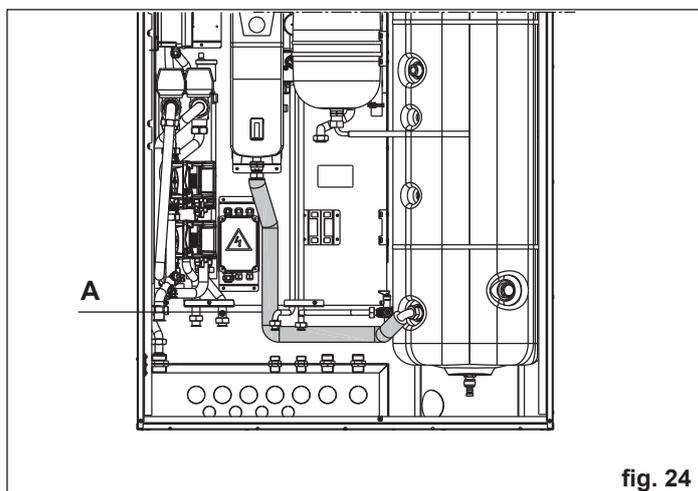

fig. 24
- Collegare la rampa ritorno solare al gruppo circolazione e all'attacco ritorno serpentina solare (A, fig. 24).